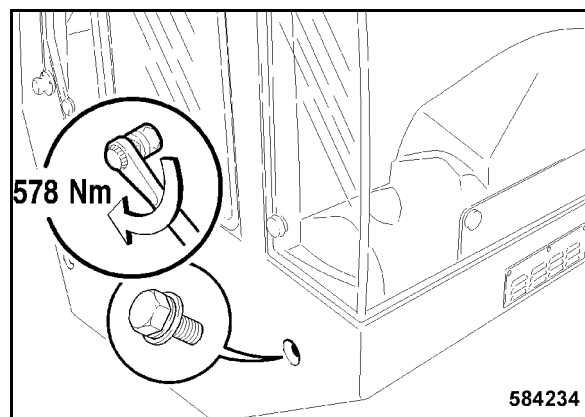

fig. 182
- Serrer la vis de fixation avant latérale droite à un couple de 578 Nm (fig. 182).